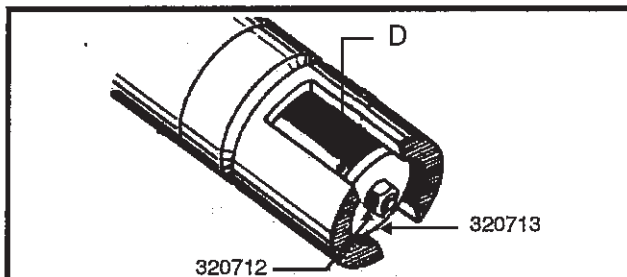

Abbildung 3: Die Gegenmutter und Unterlegscheibe entfernen
- b. Den Stift oder einen Nagel in Loch "D" (Siehe Abbildung 3) der Ansaugstange 330329 einstecken. Die Gegenmutter 320712 und die Unterlegscheibe 320713 entfernen, während die Stange festgehalten wird.
24. Die Unterlegscheibe 320713 auf die Ansaugstange 330329 schlüpfen und mit der elastischen Nietmutter 320712 fest anziehen. Die Stange mit einem Nagel oder Stift durch Loch "D" (Abbildung 3) festhalten.